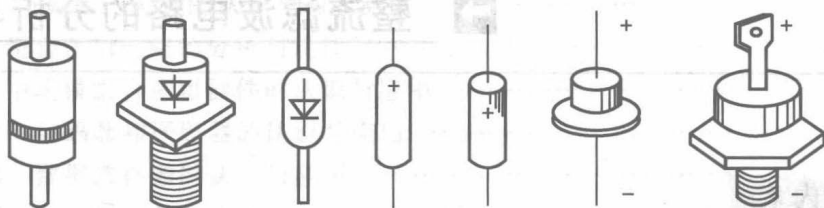
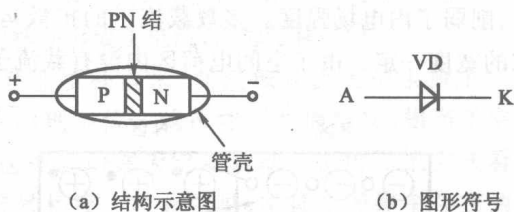

图 1.1 普通二极管的外形
图 1.6 二极管结构示意图和图形符号
观察图 1.1 所示的普通二极管的外形。
(1) 二极管的结构。二极管是各种半导体器件及其应用电路的基础,二极管由一块 PN 结加上相应的引出端和管壳构成。它有两个电极,由 P 区引出的是正极(又称阳极),由 N 区引出的是负极(又称阴极)。普通二极管的外形如图 1.1 所示,结构示意图如图 1.6(a)所示,图形符号如图 1.6(b)所示。电路符号中的三角形实际上是一个箭头,箭头方向表示二极管导通时电流的方向。在二极管的外形图中,生产厂家都在二极管的外壳上用特定的标记来表示正负极。最明确的表示方法是在外壳上画有二极管的符号,箭头指向一端为二极管的负极;螺栓式二极管带螺纹的一端是二极管的负极,它是一种工作电流很大的二极管;许多二极管上画有色环,带色环的一端则为二极管的负极。
(2) 二极管的类型。二极管的种类很多,按结构分,常见的有点接触型和面接触型。点接触型主要用在高频检波和开关电路,面接触型主要用在整流电路。按制造材料分,有硅二极管、锗二极管和砷化镓二极管等,其中硅二极管的热稳定性比锗二极管好得多。按用途分,有整流二极管、稳压二极管、开关二极管、发光二极管、光电二极管等。按功率分,有大功率二极管、中功率二极管及小功率二极管等。